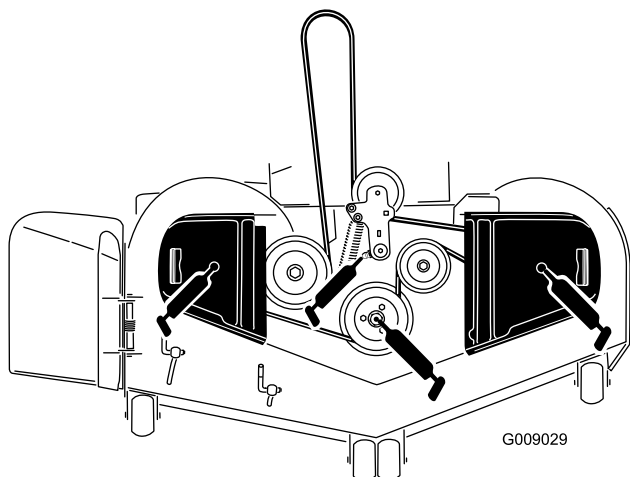

Bild 43
3. Fetten Sie das Drehgelenk der Mähwerkspannscheibe ein, bis Schmiermittel unten austritt (Bild 43).
4. Fetten Sie die Schmiernippel oben an den drei Spindellagern ein, bis das Schmiermittel austritt (Bild 43).
5. Schmieren Sie den Spannarm des Treibriemens (Bild 43).